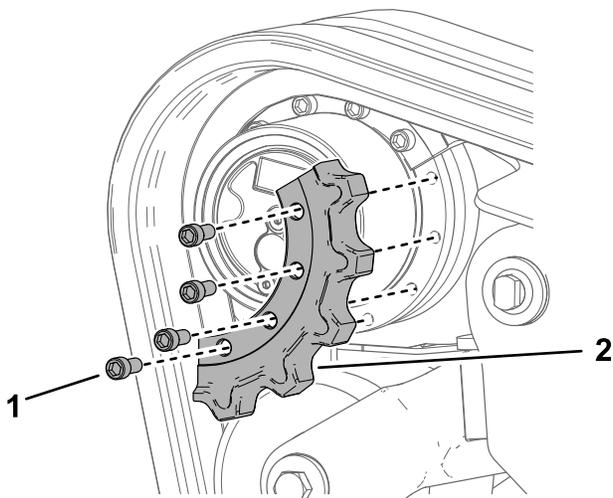

Рисунок 73
- Снимите сегмент ведущего колеса (Рисунок 73).
- Нанесите резьбовой герметик на болты первого снятого сегмента ведущего колеса и установите этот сегмент (Рисунок 73). Затяните болты с моментом от 247 до 301 Н·м.